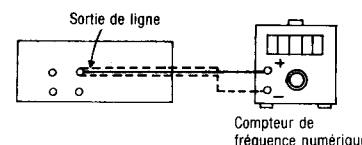

Fig. 3
1. Le raccordement de l'équipement d'essai est montré à la Fig. 3.